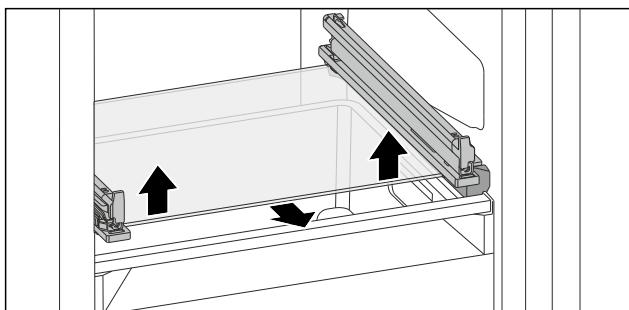

Fig. 70 Glasplatte des abkippbaren Schubfachs
- Glasplatte von unten beidseitig nach oben drücken. (siehe Fig. 70)